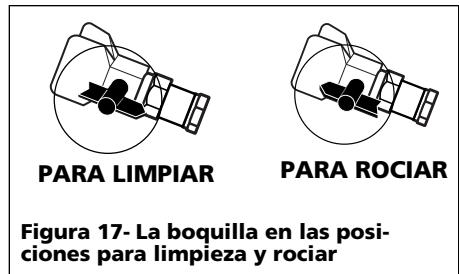

Figura 17- La boquilla en las posiciones para limpieza y rociar
1. Coloque la boquilla en "Clean" (limpiar)(Vea la Figura 17).
3. Coloque la boquilla en "Spray" (rociar) y continúe rociando (Vea la Figura 17).